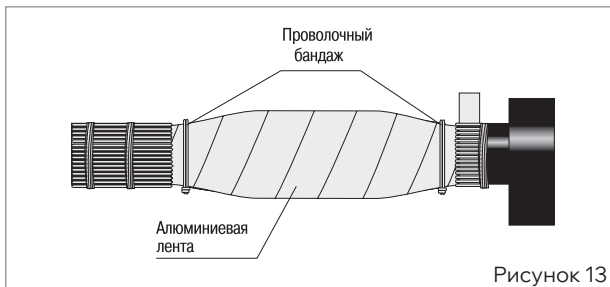

Рисунок 13
■ Сверху стеклоленты обернуть алюминиевую ленту (фольгу) с 50%-ным перекрытием. Лента должна плотно прилегать к поверхности муфты. По краям алюминиевую ленту закрепить бандажом из 2–3 витков проволоки (рис. 13).